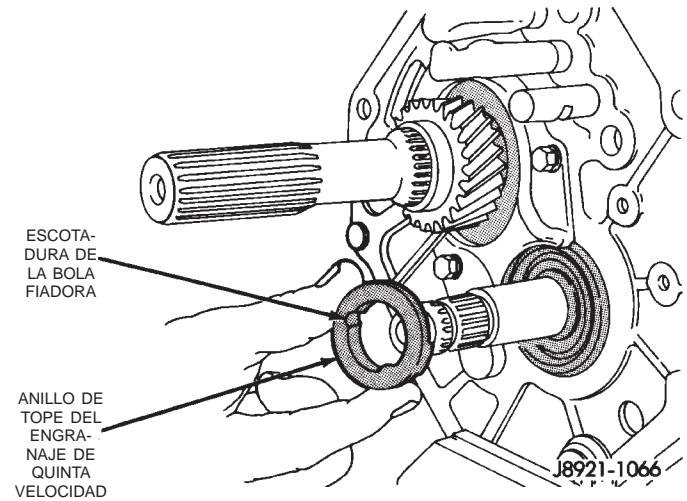

Fig. 96 Instalación del anillo de tope del engranaje de quinta velocidad
(27) Instale el anillo de tope del engranaje de quinta velocidad en el árbol intermedio y sobre la bola fiadora (Fig. 96).